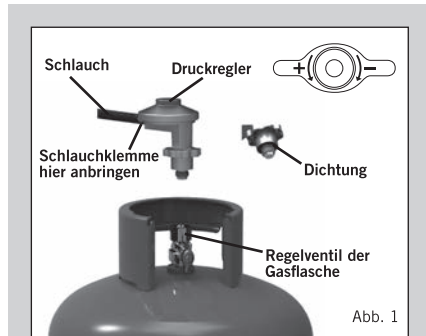

Abb. 1
- Vor jedem Gebrauch und vor dem Anschließen der Gasflasche sind der Schlauch und die Dichtung des Druckreglers auf Verschleißspuren oder Beschädigungen zu prüfen (siehe Abb. 1).
- Diese Kontrolle ist jedes Mal durchzuführen, wenn das Gerät an eine Gasflasche angeschlossen wird (siehe Abb. 1).